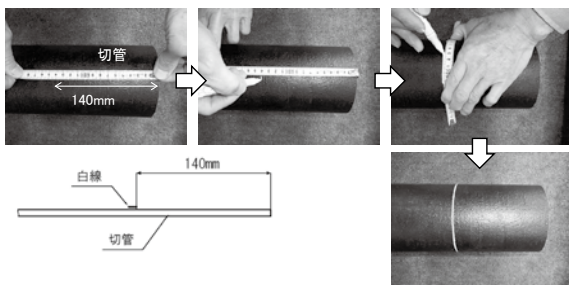

図56 白線の明示方法
(2) N-Linkの取付け方法
- ① 受口、ゴム輪およびN-Linkを清掃後、図56に示すように切管端部から140mmの位置の外周全周（または円周4ヶ所）に水や滑剤で消えない油性ペン等を用いて白線を明示する（接合後にN-Link端面から白線の距離を測定し、正規に接合できているかの確認用）。
- ⑨押しボルトを締め付けた後、⑥と同様の方法で再度、挿し口に明示した白線(図56)とN-Linkのゴムリング端面の距離を、チェックゲージを用いて確認する。